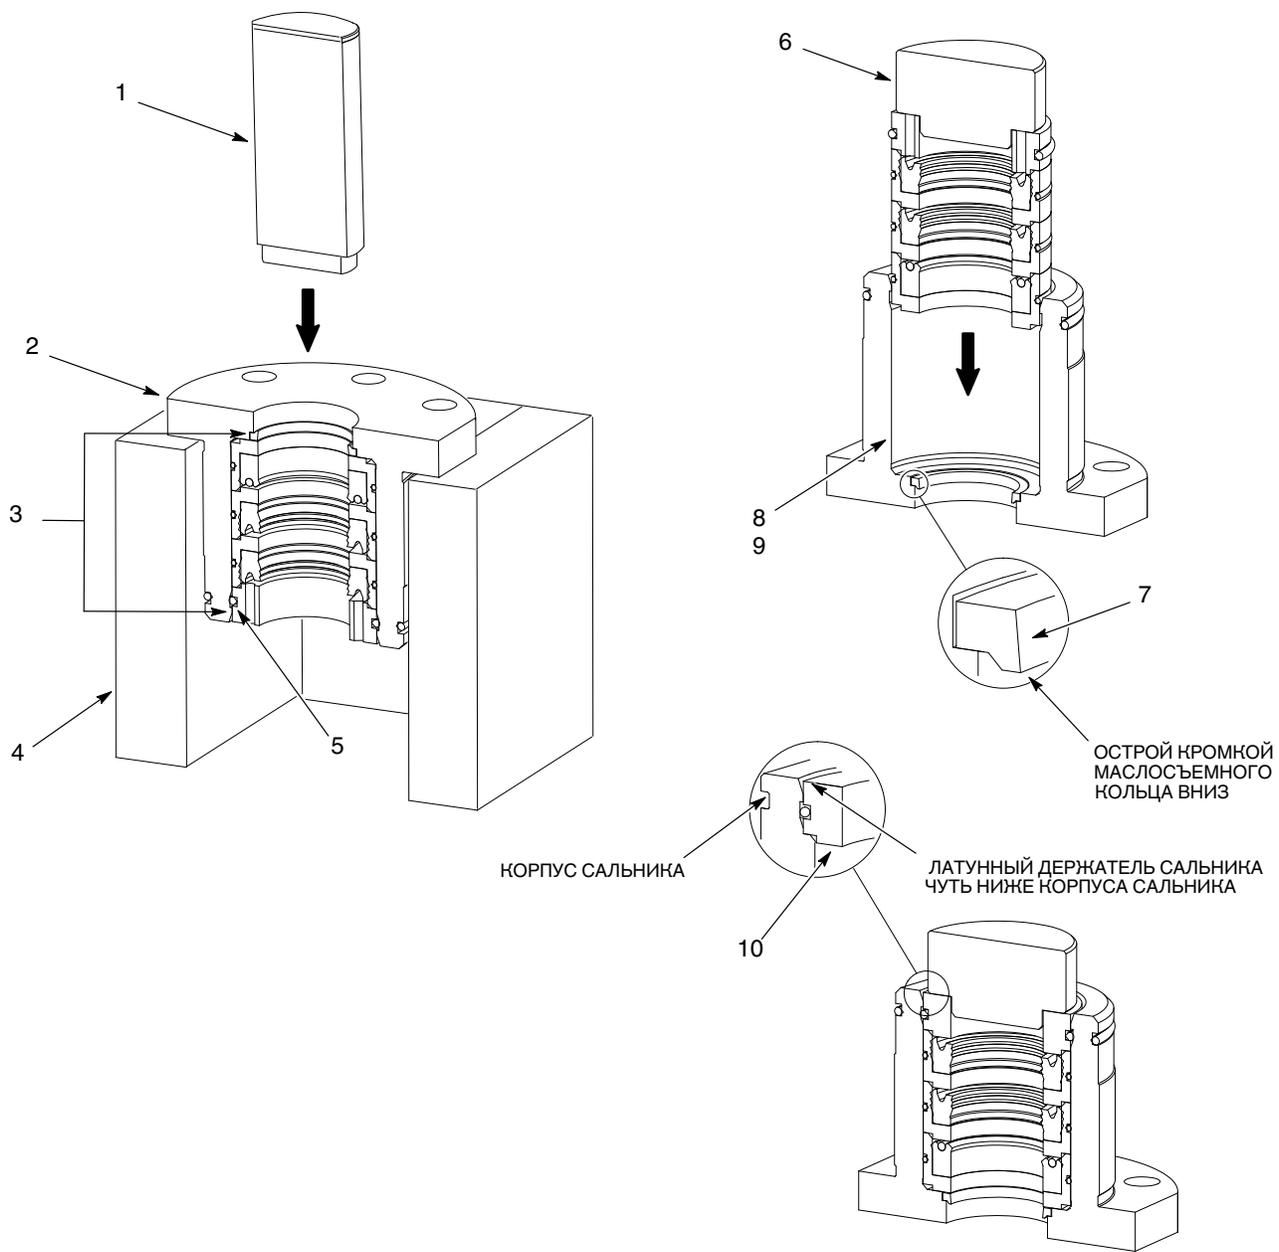

Рис. 14 Замена внутренних деталей сальника
1. См. рис. 14. Установить корпус сальника (2) на держатель (4).
**ПРИМЕЧАНИЕ:** При извлечении внутренних деталей канавка держателя ломает уплотнительное кольцо (5).
2. Вставить съемную оправку (1) в корпус сальника. Выпрессовать внутренние детали (3) при помощи прессы.
4. Покрыть поверхность в отверстии (8) корпуса сальника смазкой для уплотнительных колец (9).
5. Вставить маслосъемное кольцо (7) в сальник (2) острой кромкой вниз.
6. Используя оправку (6) и пресс, запрессовать внутренние детали в корпус сальника (2). Убедиться, что латунный держатель сальника или опорное кольцо (10) стоит вровень с корпусом сальника или чуть ниже, см. рисунок.